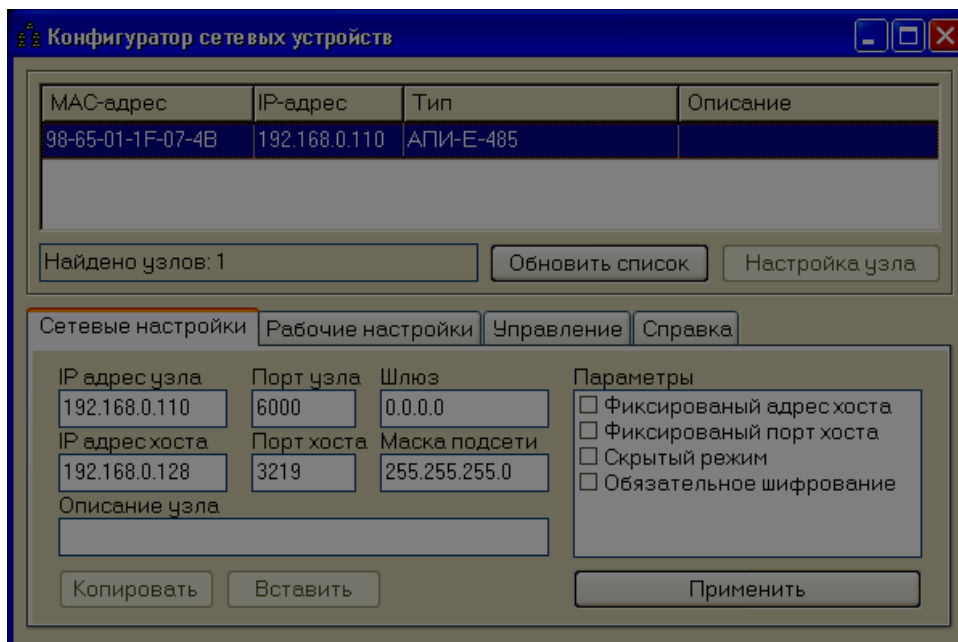

Рисунок 2.4. Программирование сетевых настроек.
- выбрать вкладку «Сетевые настройки» (см. рисунок 2.4);